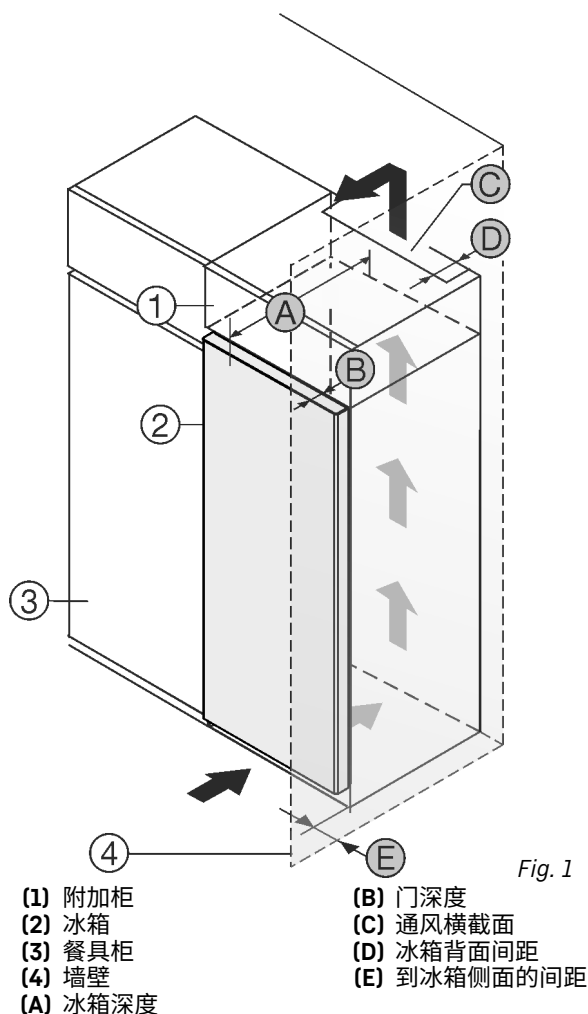

Fig. 1
将冰箱直接放置在餐具柜 Fig. 1 (3) 旁边。
在附加柜背面必须有一个竖风道，其深度 Fig. 1 (D) 应超过整个附加柜宽度。
盖板下必须保有通风横截面 Fig. 1 (C)。
如果将带铰链的冰箱放置在墙壁 Fig. 1 (4) 边，冰箱和墙壁至少相距 13 mm。
如果将带铰链的冰箱放置在墙壁 Fig. 1 (4) 边，冰箱和墙壁至少相距 20 mm。
为了能完全打开冰箱门，冰箱必须凸出餐具柜正面一定门深度 Fig. 1 (B)。根据餐具柜 Fig. 1 (3) 的深度，使用壁距调整垫片可以使冰箱更为凸出。